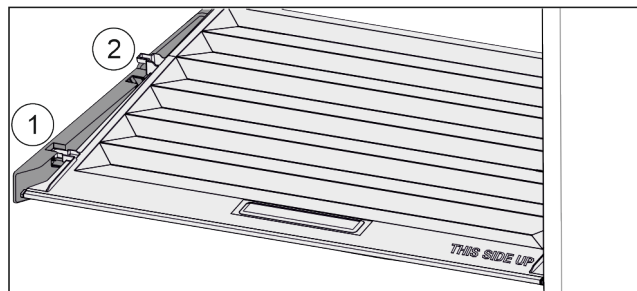

Fig. 82
- ▶ Tirare in avanti il coperchio fino all'apertura nei fermi Fig. 82 (1).
- ▶ Sollevare posteriormente dal basso e togliere verso l'alto Fig. 82 (2).